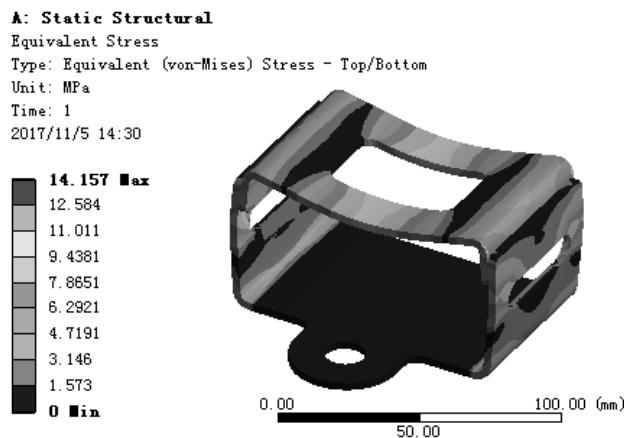

图 7.6.58 应力结果图解
(1) 求解分析。在顶部工具栏中单击**Solve**按钮求解分析。
(2) 查看应力结果图解，在“Outline”窗口中选中**Equivalent Stress**，查看图 7.6.58 所示的总应力结果，其最小应力为 0MPa，最大应力为 14.157 MPa。